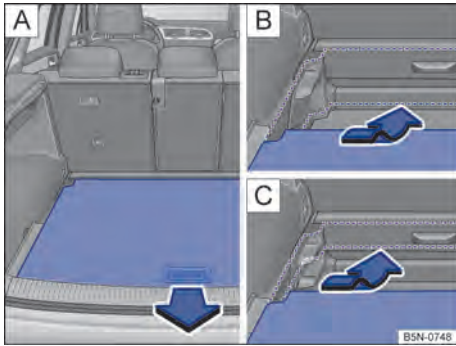

Fig. 191 En el maletero: ajustar el piso variable del maletero en altura.
- Levante el piso del maletero y tire de él hacia atrás para sacarlo de las guías laterales del maletero → fig. 191 (A).
- Coloque el piso en las guías de la altura deseada y desplácelo hacia delante hasta el tope → fig. 191 (B, C).
- Tire hacia atrás del piso del maletero, por el asidero → fig. 191, para sacarlo de las guías laterales.